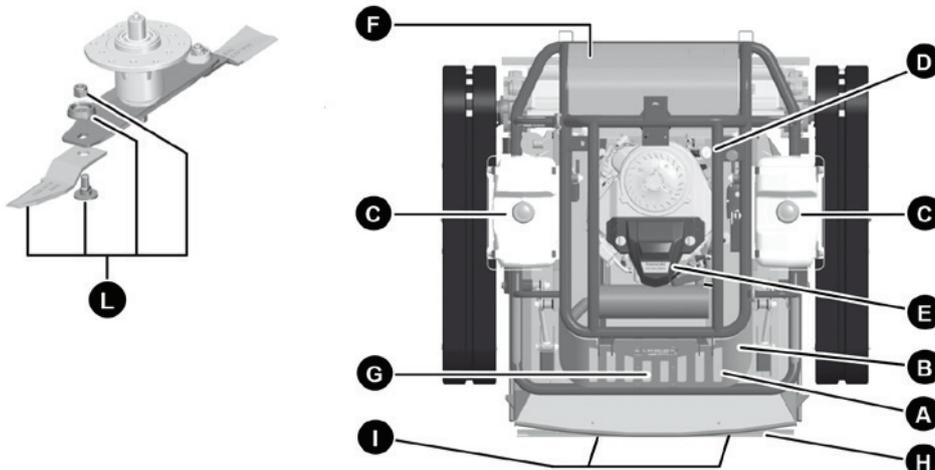

Рис.20
### 7.1.1 Уровень моторного масла (рис. 20)
## 7.1.2 Воздушный фильтр двигателя (рис. 20 (E))